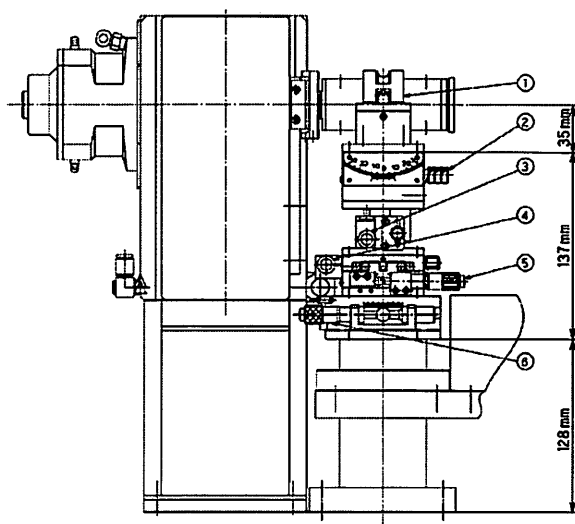

図 8.15 CMF ミラー調整台
- イ) ⑥の入射角調整つまみを使って、最大強度になるように調整します（ $\theta = \text{約 } 1.47^\circ$ ，⑥入射角調整つまみで約 1.23 目盛り）。
次に、④の前後調整つまみ、②の傾き調整つまみおよび⑥の入射角調整つまみを使用して、最大 X 線強度になるよう、それぞれ交互に調整します（X 線強度が強い場合、Cu 吸収板（0.1 mm を 1 枚）と Al 吸収板（0.1 mm を 1 枚）をレートメータで X 線強度を確認しながら追加します）（図 8.15 を参照）。